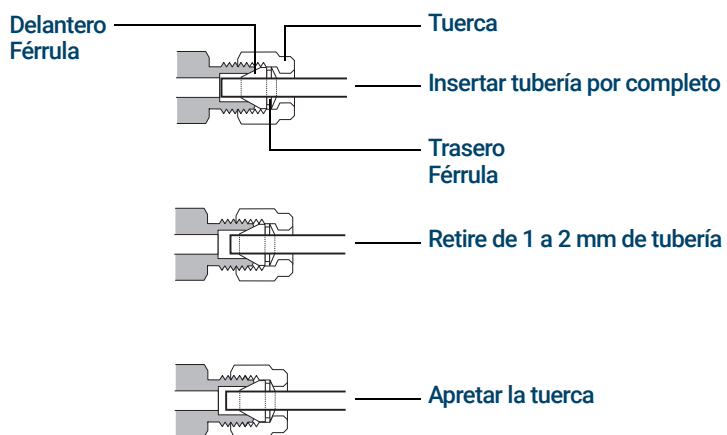

Figura 54. Inserción de la tubería
- 5 Empuje el tubo hasta el fondo del tapón y después retírelo aproximadamente 1 o 2 mm como se muestra en la **Figura 54**.